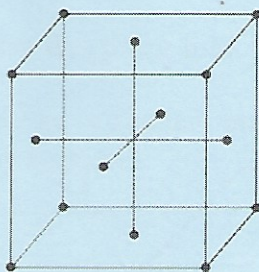

Figure 4 - Exemple de structure cubique à faces centrées.
- Q22.** À l'aide de la **figure 4**, déterminer le nombre d'atomes de fer dans une maille, noté N .